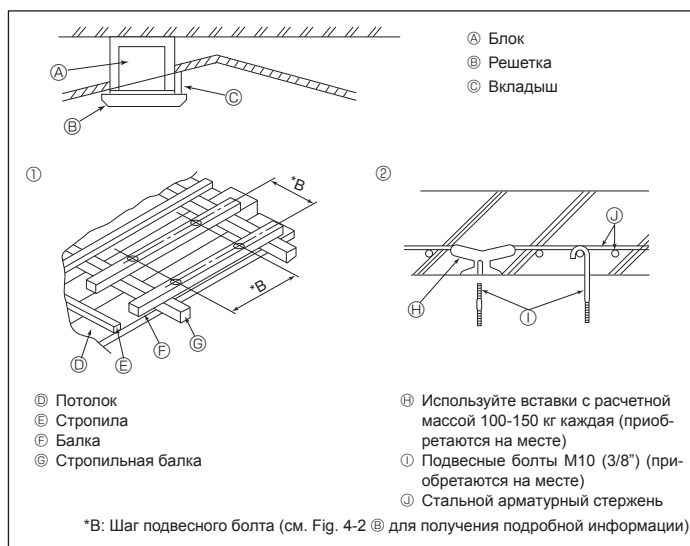

Fig. 4-4
4.4. Подвесная конструкция (местоположение подвесной прочной структуры) (Fig. 4-4)